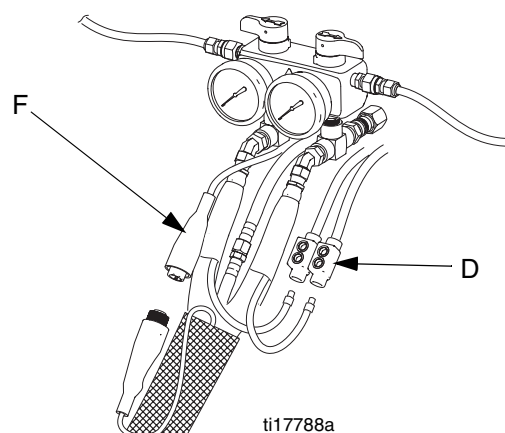

ABB.9. Beheizter Schlauch
3. Schlauchanschluss (D) vom Reactor abziehen, ABB.9.
4. Ein Ohmmeter zwischen den beiden Klemmen des Steckers (D) anschließen. Es sollte Durchgang vorhanden sein.
3. FTS-Kabel (F) vom Reactor abziehen, ABB.9.